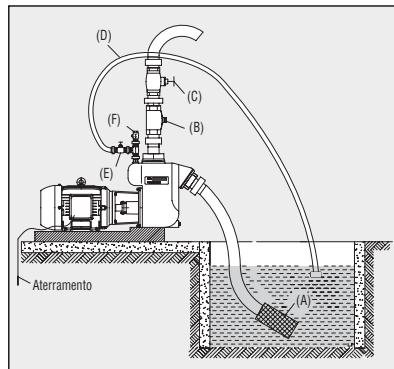

Figura 19 - Instalação Bomba BCA-41, BCA-42 e BCA-43
8. Recomendações específicas adicionais para as Bombas Autoaspirantes BCA-41, BCA-42 e BCA-43 quando empregadas no bombeamento de chorume (dejetos suínos ou bovinos, Figura 19):
- Recomendamos instalar um pré-filtro (tipo cesto) (item A da figura 19) na tubulação de sucção, a fim de impedir a passagem de sólidos de diâmetros maiores do que os determinados pela Tabela 5. Este pré-filtro, deverá ser ancorado para eventuais inspeções.
- Recomendamos instalar válvula de retenção (item B da figura 19) na tubulação de recalque conforme descrito no item A-13 deste manual.
- Um registro de gaveta (item **C** da figura 19) deve ser instalado no recalque para se ter o controle de pressão e vazão. Quando a bomba estiver acoplada a um motor estacionário (combustão interna), para acionamento do conjunto, feche parcialmente o registro de gaveta, ligue o motor e abra o registro a medida que vai aumentando a rotação. Nunca ligue a bomba com a rotação plena do motor. Para desligar, feche o registro por completo e reduza a rotação do motor pela metade para evitar que a bomba perca a escorva.
- Além da saída de recalque 2 1/2" para a BCA-41 e 3" para a BCA-42 e BCA-43, estes modelos possuem uma saída adicional de 3/4" para BCA-41 e BCA-42 e 1" para BCA-43, na qual pode ser conectada uma mangueira (item **D** da figura 19) que deve ser direcionada de volta ao local de sucção para homogeneizar o chorume. Em situações de dificuldade de aspiração, perda de escorva ou formação de gases, sugerimos conectar um Tê na saída adicional: em uma das extremidades adaptar a mangueira (item **D** da figura 19) com um registro (item **E** da figura 19) e, na outra extremidade, adaptar uma válvula de retenção (item **F** da figura 19) sem mola e na posição invertida, que funcionará como escape para os gases.